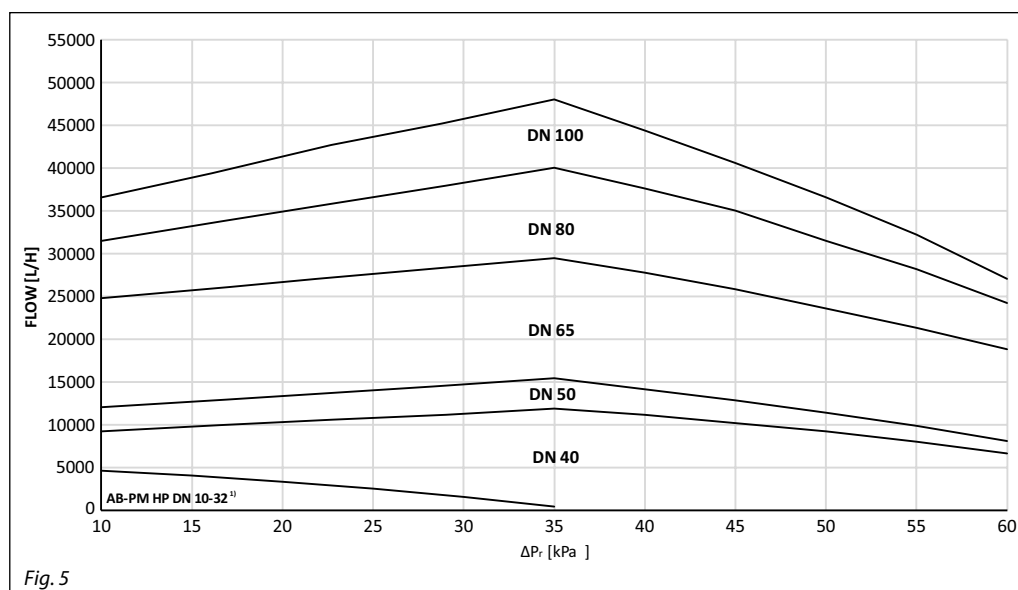

Fig. 5
AB-PM trebuie dimensionat în funcție de debitul necesar (Q) și căderea de presiune diferențială necesară pentru zonă (Δp_r). Valorile debit max./ Δp_r pentru toate dimensiunile sunt prezentate în ghidul de dimensionare din fig. 5.